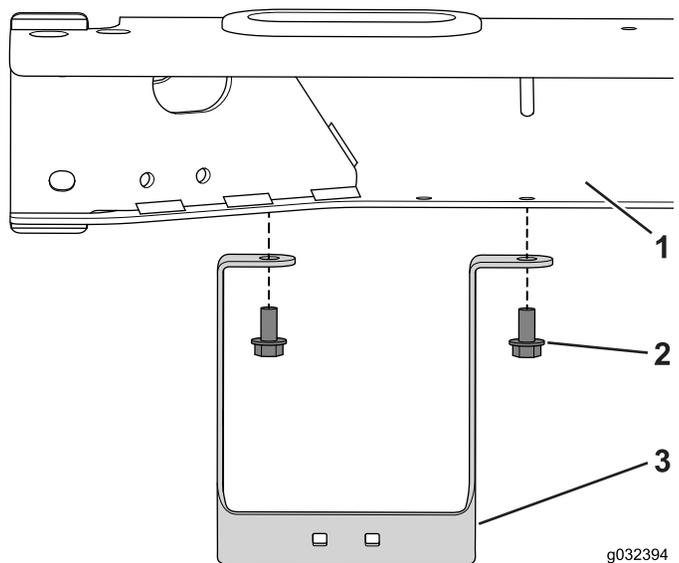

Figura 27
1. Utilizzate 2 bulloni (5/16" x 5/8") per montare la staffa del flessibile sul telaio (Figura 27).